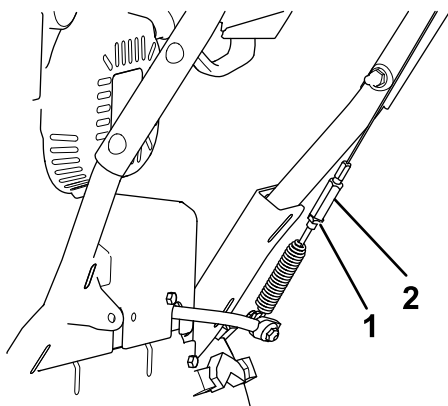

Рисунок 27
- Ослабьте контргайку (Рисунок 27).
- Ослабьте натяжение или подтяните винтовую стяжку для регулировки натяжения троса (Рисунок 27).